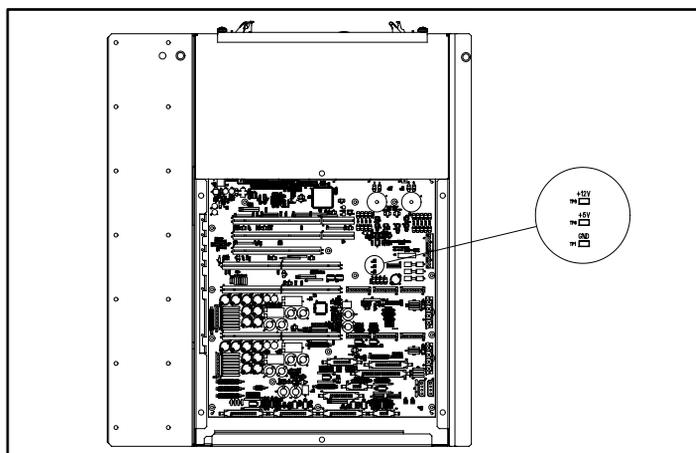

図7: PCIバックプレーン
1. マルチメータを使用して、以下の抵抗を測定してください (図7を参照)。
- ① 電子ベイ
- ② 拡張ケージ
5. 以下の抵抗を測定してください（図7を参照）。